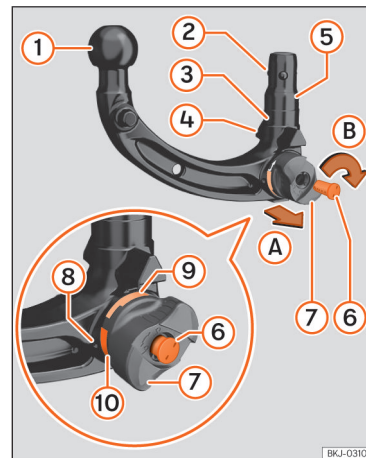

Abb. 152 Übersicht: Abnehmbare Anhängervorrichtung.
1. Vor der ersten Benutzung der abnehmbaren Anhängervorrichtung ist die Nummer zu vermerken, die auf dem Schlüssel »» (Abb. 152) ⑥ eingraviert ist, für den Fall, dass die Anfertigung eines Duplikats erforderlich sein sollte.
4. Sicherstellen, dass die Aufnahme, das Handrad »» (Abb. 152) ⑧, der Schaft ⑤ und die Verriegelungskugeln ② der An-
- Die rote Markierung »» (Abb. 152) ⑩ des Handrads zeigt auf die grüne Markierung ⑨ der Anhängervorrichtung.
- Das Handrad ⑧ ist deutlich von der Anhängervorrichtung getrennt, mindestens 4 mm (0,2 Zoll).
- Alle Verriegelungskugeln ② können vollständig in den Schaft ⑤ eingerastet werden.
- Der Schlüssel ⑥ befindet sich im Schloss, der Pfeil auf dem Schlüssel zeigt auf das Symbol *Schloss geöffnet* am Handrad ⑧ und der Schlüssel kann nicht herausgezogen werden.
1. Die Schlossabdeckung »» (Abb. 152) ⑦ öffnen und den Schlüssel in das Schloss stecken.
2. Den Schlüssel ⑥ entgegen dem Uhrzeigersinn drehen, bis der Pfeil auf dem Schlüssel auf das Symbol *Schloss geöffnet* am Handrad ⑧ zeigt.
3. Die Anhängervorrichtung mit einer Hand festhalten. Mit der anderen Hand das Handrad ⑧ in Pfeilrichtung ① abziehen.
4. Das abgezogene Handrad ⑧ bis zum Anschlag in Pfeilrichtung ② drehen.
Nach dem Vorspannen der Anhängervorrichtung darf das Handrad »» (Abb. 152) ⑧ nicht wieder betätigt werden. Beim Verriegeln der Anhängervorrichtung dreht sich das Handrad in seine Ausgangsposition und kann Verletzungen verursachen »» △.
- Die grüne Markierung am Handrad ⑨ nach oben zeigt.
- Die Anhängervorrichtung mit Schlüssel geschlossen ist und der Schlüssel ⑥ abgezogen werden kann.
- Kein Spalt zwischen Handrad ⑧ und Anhängervorrichtung vorhanden ist.
3. Den Schlüssel ⑥ im Uhrzeigersinn drehen, um die Anhängervorrichtung zu schließen.
4. Die Schlossabdeckung ⑦ anbringen.
- Die grüne Markierung am Handrad >>> (Abb. 152) ⑨ zeigt nach oben.
- Das Handrad ⑧ liegt an der Anhängervorrichtung an und diese kann geschlossen werden.
- Die Anhängervorrichtung ist geschlossen und der Schlüssel ⑥ ist abgezogen.
- Es kann nicht mehr seitlich am Handrad ⑧ gezogen werden.
- Die Anhängervorrichtung niemals verwenden, wenn der Durchmesser des Kugelkopfs >>> (Abb. 152) ① an einer beliebigen Stelle geringer als 49 mm (1,9 Zoll) ist.